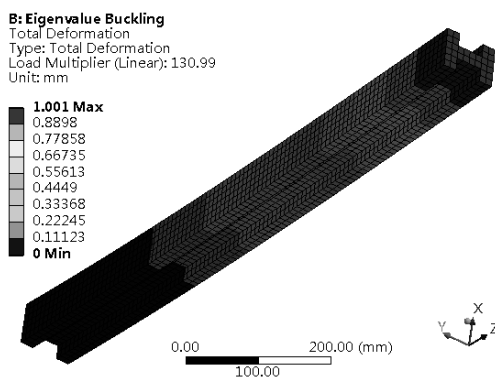

图 14-117 变形结果
Step3 : 在 Outline 栏 Solution(A6) 中 Total Deformation 选项上单击，显示变形结果，如图 14-117 所示。